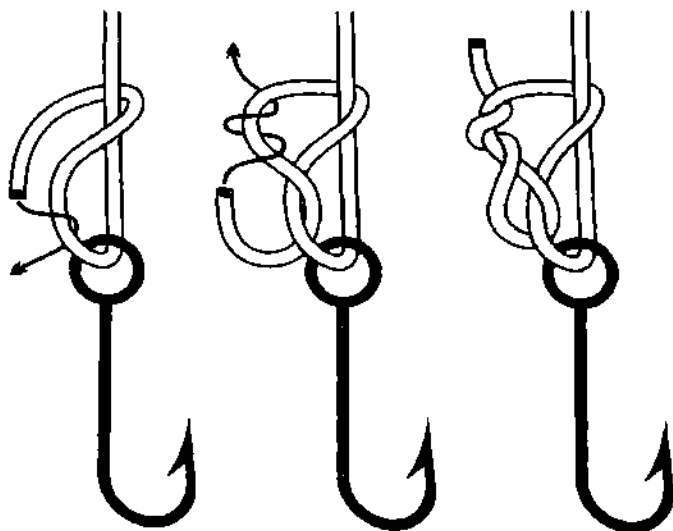

Рис. 702. Дедовский узел.
**Дедовский узел** – старинный и известный многим с детства узел (рис. 702). **Дедовский узел** легко запоминается, быстро вяжется и отлично держит как на тонких, так и на толстых лесках.